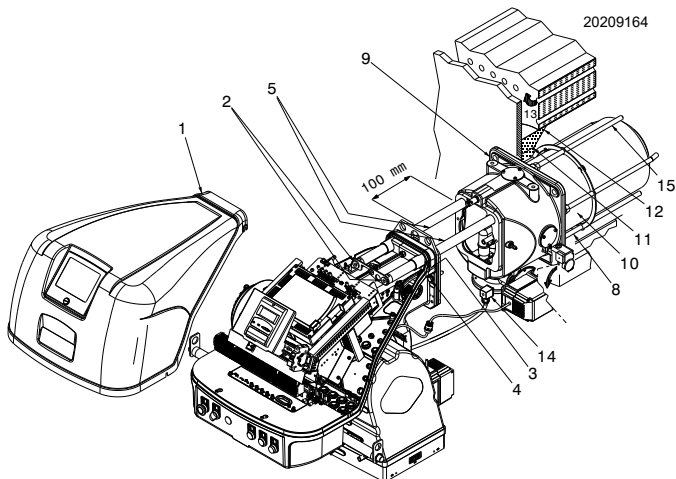

Fig. 16
Para calderas con paso de humos delantero 13)(Fig. 16), realizar una protección de material refractario 11), entre el material refractario de la caldera 12) y el tubo llama 11).
Separar el cabezal de combustión del resto del quemador, como en la Fig. 16; proceder como se describe a continuación:
Al fijar el quemador a la caldera, prestar especial atención a los tubos de gas externos 15 (Fig. 16) para evitar dañarlos.
- volver a montar el quemador en las guías 3) a unos 100 mm del manguito 4) - quemador en la posición indicada en la Fig. 16 en pág. 22;